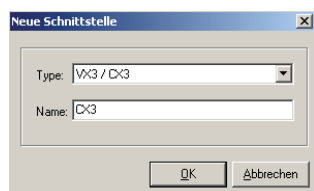

Abbildung 8-4: Neue Schnittstelle: Kreuzschiene
- Im Zuge dieses Vorgangs öffnet sich der Dialog „Neue Schnittstelle“. Wählen Sie bitte den Typ „VX3 / CX3“ und vergeben Sie eine Bezeichnung für die Kreuzschienenschnittstelle. In Abbildung 8-4 wurde die Bezeichnung „CX3“ verwendet.